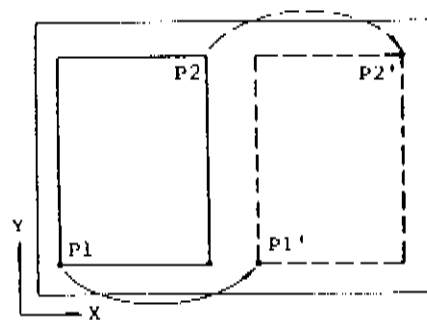

Bild 6-2 Verschieben einer Zeichnung
- Wie Sie in Bild 6-2 sehen, kann eine Zeichnung durch Verwendung von P1 und P2 auch verschoben werden. Zeichnen Sie zuerst unter Verwendung von P1 und P2 (durchgezogene Linien) und verschieben Sie dann P1 über das Bedienfeld nach P1' (P2 wird automatisch nach P2' verschoben). Wenn Sie die gleiche Zeichnung noch einmal zeichnen, wird sie parallel verschoben gezeichnet (gestrichelte Linien).